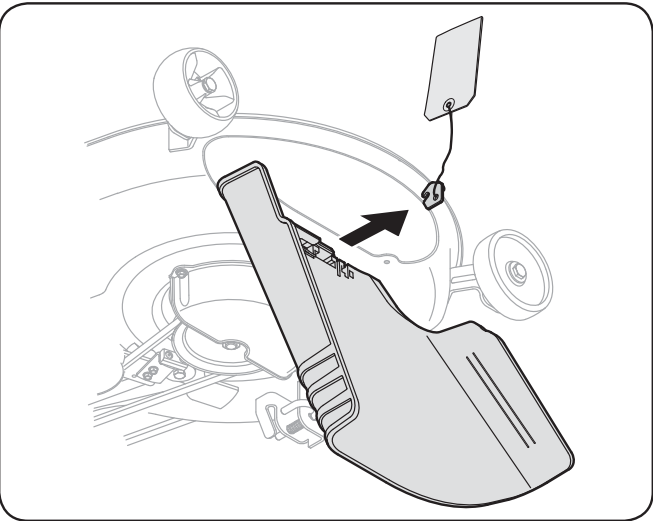

Figure 3-2
- 1. Repérez le support de la goulotte d'éjection et son étiquette d'avertissement sur la droite du plateau de coupe. Voir la Figure 3-2.